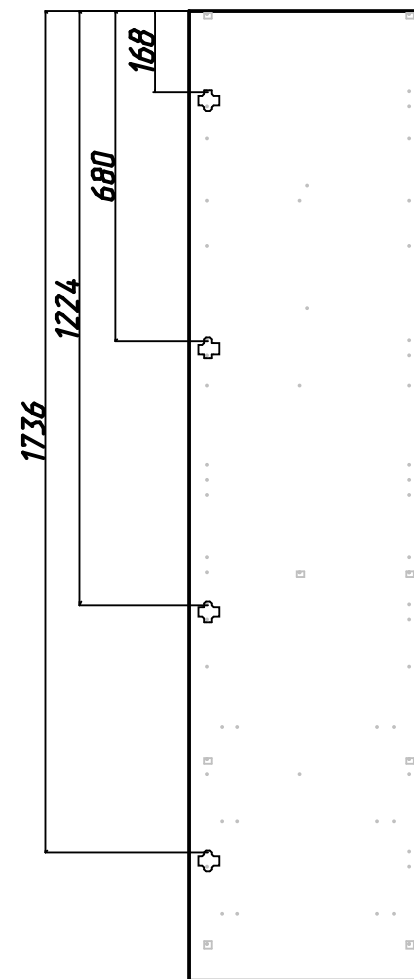

Рис.5. Схема установки крестовин петель
- 3 (либо на левую сторону, либо на правую) согласно разметке (см. рис. 5), с помощью евровинтов (К);